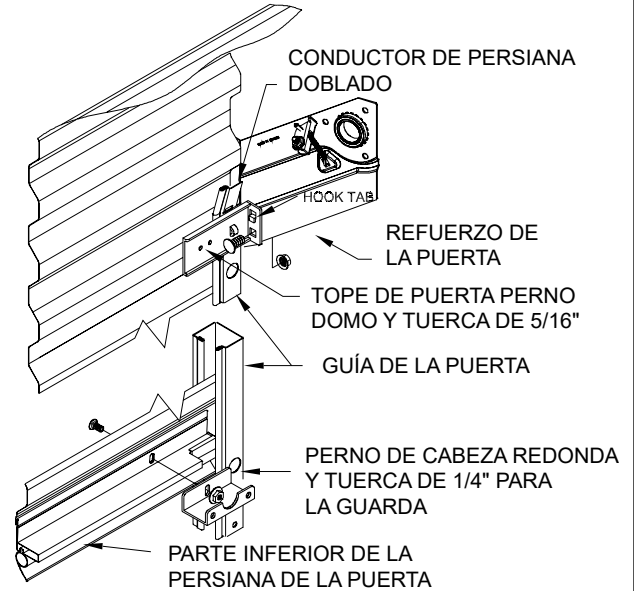

Figura 7
6.1 Retire la tuerca de reborde de cada lado de la barra inferior de la puerta (véase la Figura 7).
6.4 Deslice los topes hacia arriba hasta que lleguen a donde deben estar, de forma que la lengüeta del gancho coincida con el orificio superior del tope (véase la Figura 7). Asegure cada tope de puerta a cada refuerzo como se indica con un (1) perno domo de 5/16" y una tuerca a través del orificio inferior del tope.